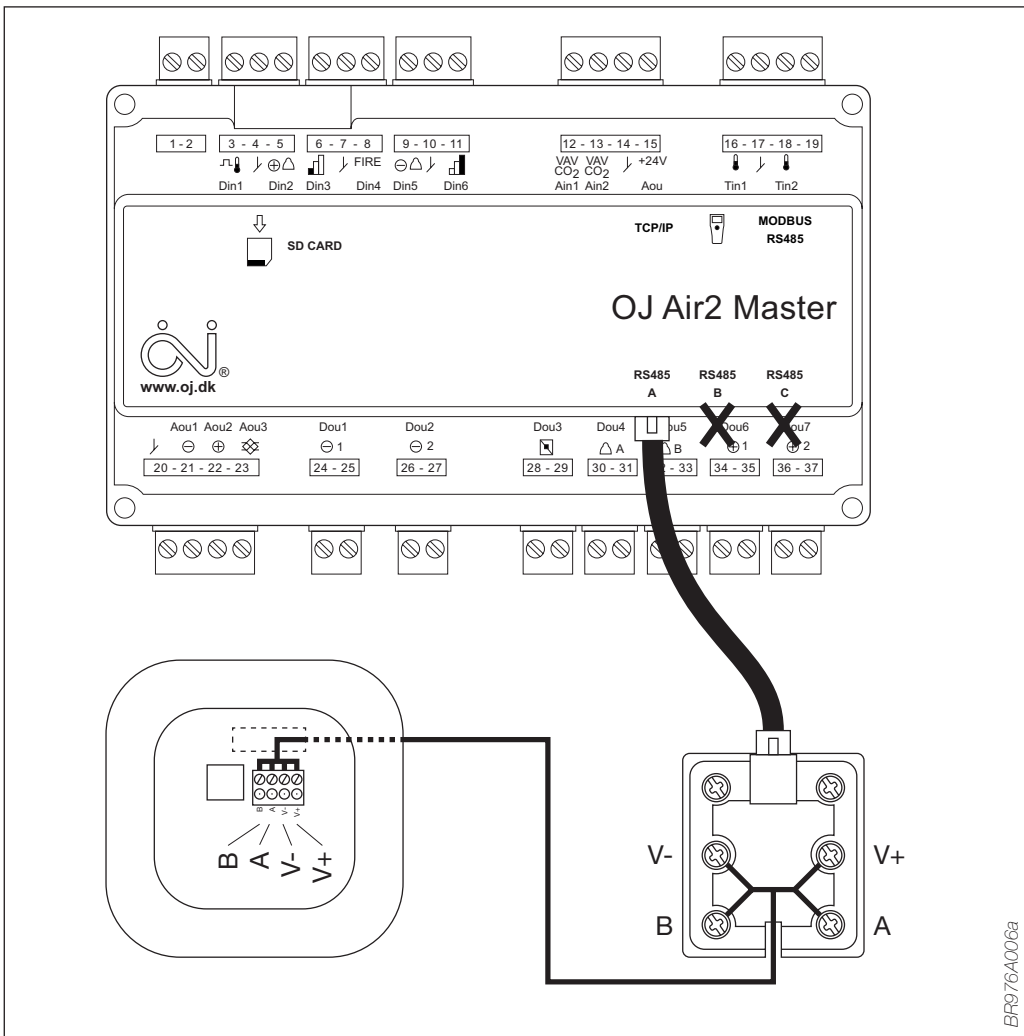

Fig. 6 - Connection diagram
- Abb. 6: Anschlussdiagramm
La TTH-6040-W mesure la température de la pièce et communique le résultat par Modbus. La sonde de température devrait être montée sur une surface plane à un endroit adéquat pour la mesure. Ne montez pas la sonde directement sous la lumière du soleil ou dans des courants d'air. Raccordez la sonde à la boîte de jonction en utilisant un câble à 4 conducteurs (non fourni), voir la figure 6.
- Fig. 6 : Schéma de filerie